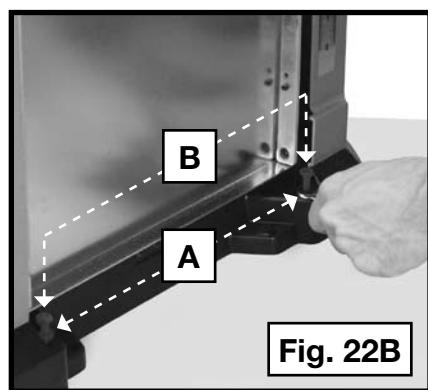

Fig. 22B
4. Si la mesa necesita ajustes, afloje las tuercas de seguridad (A) Fig. 22B de los tornillos de ajuste de altura (B) de la mesa. Ajuste los tornillos más arriba o más abajo, hasta alcanzar la altura deseada para la mesa.